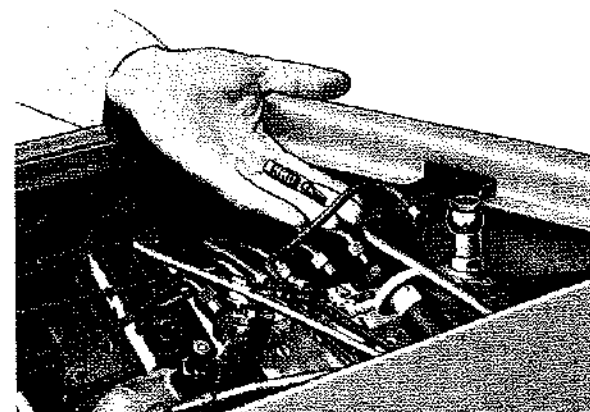

Fig. 82
- Svitare il raccordo di mandata nel cilindretto n° 1 della pompa iniezione (primo lato volano), togliere la valvola (ma non la sede) e la molla (Fig. 82).